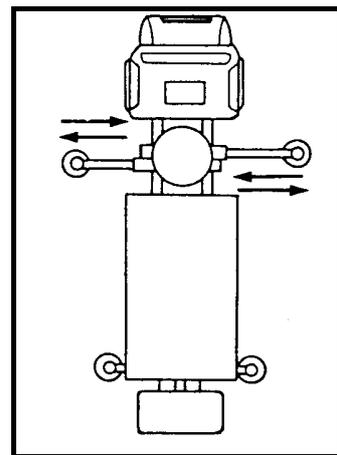

Fig. 2
- Vehículos ligeros dotados de brazos de apoyo sencillos y telescópicos perpendicularmente al eje del vehículo (Fig. 2).